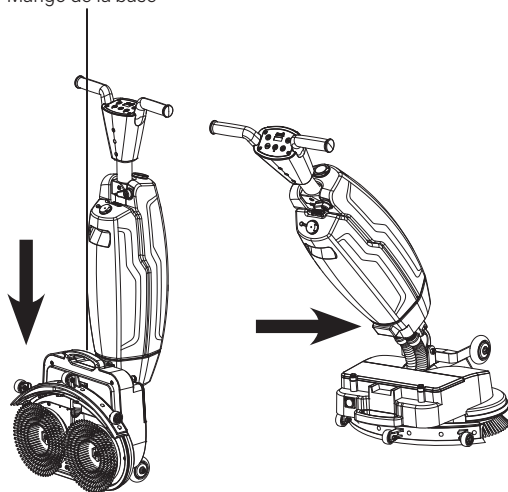

Imagen 7
7. Use el mango de la base para poner la máquina en el modo de trabajo, sostenga el mango con ambas manos y seleccione el modo correspondiente para comenzar a trabajar. (Imagen 7)